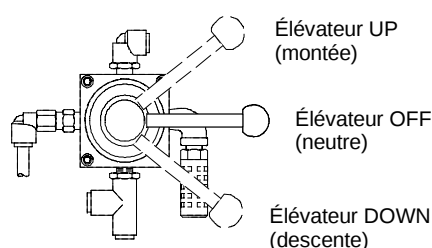

Fig. 7
2. À l'aide du levier de la vanne manuelle de l'élévateur de la régulation d'air (Fig. 7), mettre l'élévateur sur DOWN (descente).